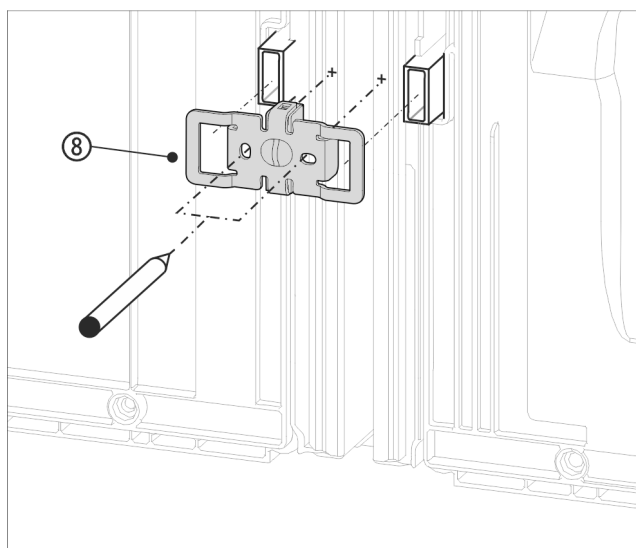

Fig. 16 Näitlik kujutis
- ▶ Lükake nurgik Fig. 16 (8) väljalõigetega seina-vahehooldiku kinnituspessa kohale.